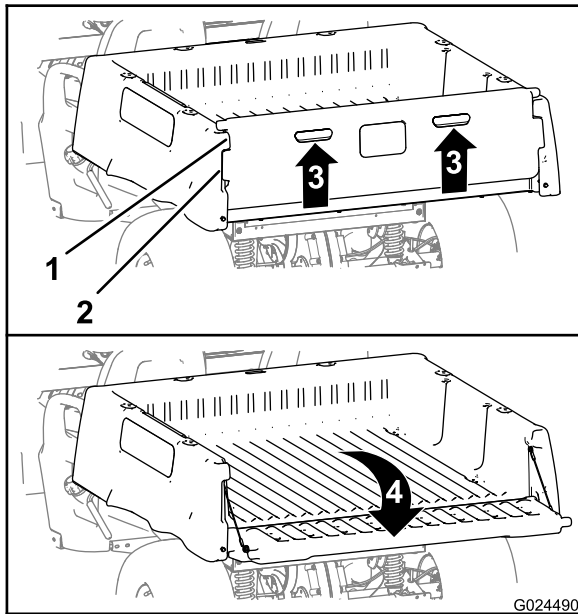

Figura 11
2. Tire hacia arriba del portón usando los tiradores del panel trasero (Figura 11).
3. Alinee las pestañas de bloqueo del portón trasero con los huecos situados entre las pestañas de la plataforma de carga (Figura 11).
4. Gire el portón trasero hacia atrás y hacia abajo (Figura 11).
6. Gire el portón hacia arriba y hacia adelante hasta que las pestañas de bloqueo del portón trasero estén enrasadas con el hueco de la plataforma de carga (Figura 11).
7. Baje el portón hasta que quede asentado en la parte trasera de la plataforma de carga (Figura 11).